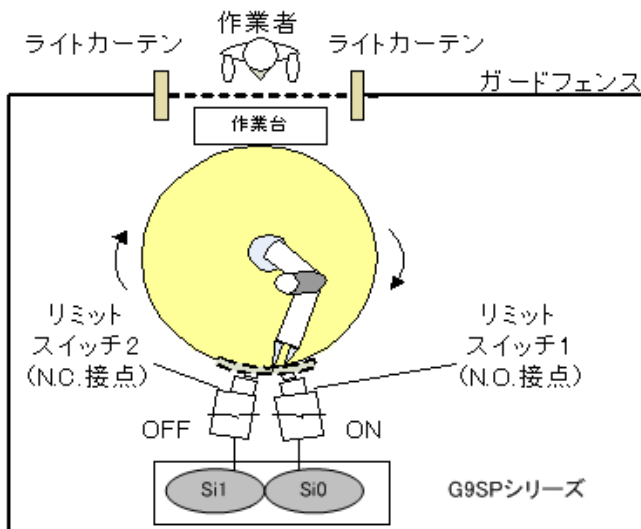

図 2： 機械の危険部分が人体の反対側にある状態
- ロボットアームが回転することにより、図 2 のリミットスイッチ 1 が ON、リミットスイッチ 2 が OFF です。